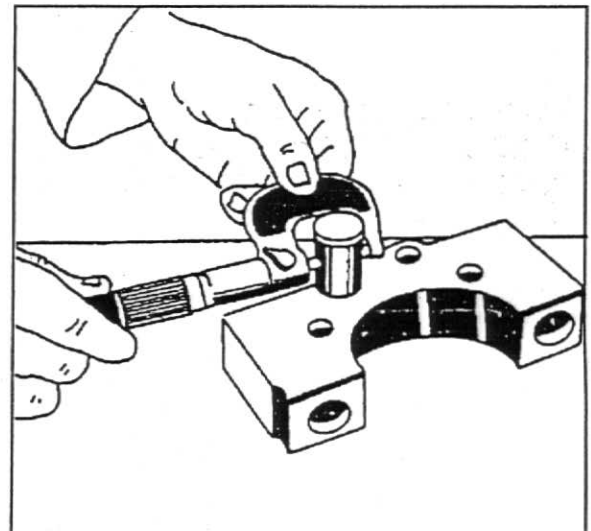

Fig.14
6. Verifique o mancal nº 1 e verifique o diâmetro externo do eixo da engrenagem intermediária: 22,192 - 22,204 mm ou 0,8737 - 0,8742 pol, fig. 14.